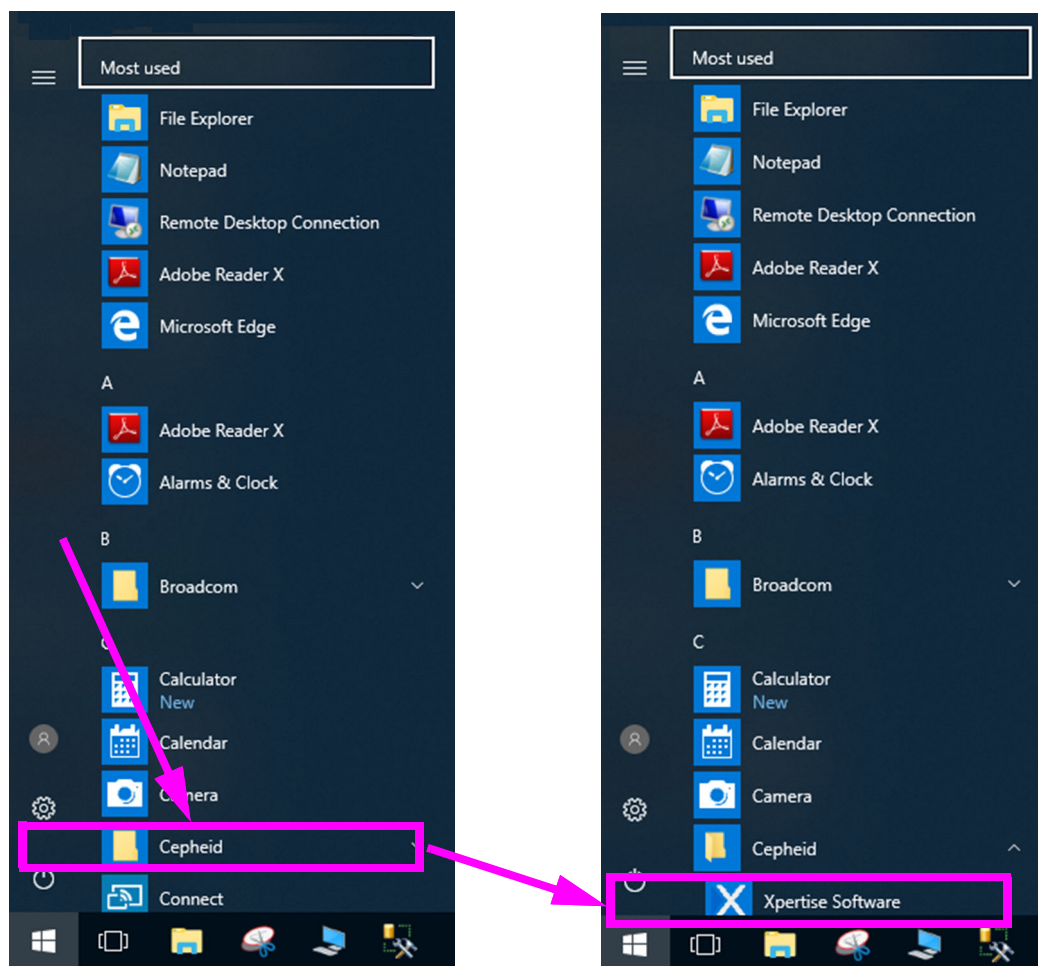

図 5-8. プログラムメニューからの Xpertise Software の起動 – Windows 10
- Windows タスクバーでアイコンを選択し、**Cepheid -> Xpertise Software** を選択します。図 5-8 を参照。